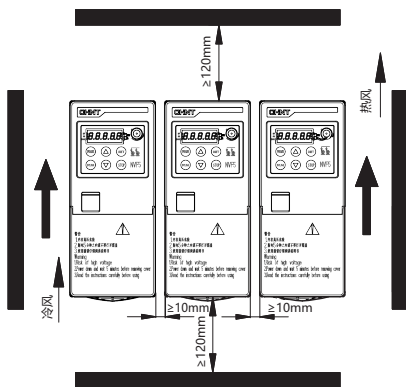
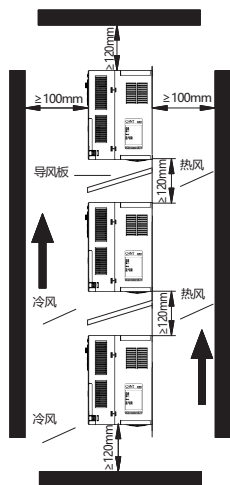

图3-1 变频器安装示意图
图3-2 多台变频器垂直安装
- 使用变频器时，请注意安装间距及距离要求，如图 3-1 和图 3-2 多台并排安装和多台垂直安装安装示例。